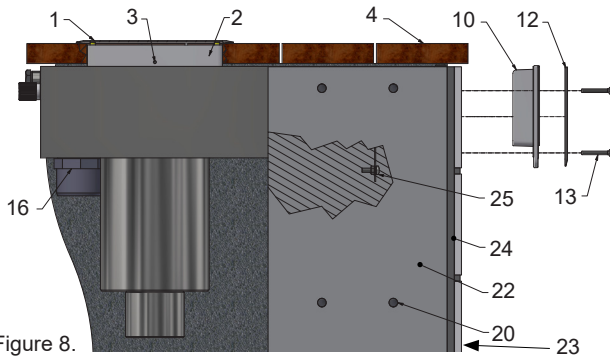
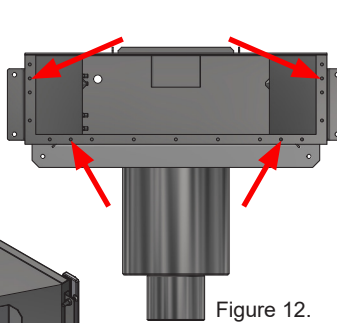

Figure 8.
Figure 12.
7. Installez un revêtement mural (fixe, carrelage, mosaïque, etc.). Assurez-vous que les trous de montage (conformément à la figure 12) du cadre de montage sont dégagés afin que l'ossature de fixation puisse être montée ultérieurement.
8. Installez la trappe à rabat (17) et vérifiez qu'elle est correctement en place tout en restant mobile.
9. Installez l'ossature de fixation (10) et la partie avant (12) fixez-les avec les vis fournies (4 x M5 x 40), voir figure 8.
12. Le tuyau de vidange (14) doit être collé au manchon (15) avec de la colle PVC appropriée et monté dans le déversoir avec le joint et le mamelon fournis (16). Raccordez les raccords de tuyauterie au trop-plein.